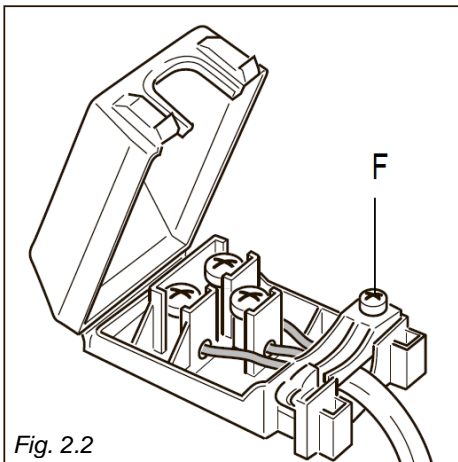

Fig. 2.2
- Ouvrez le presse-étoupe en dévissant la vis « **F** » (fig. 2.2), dévissez les vis de la borne et retirez le câble.